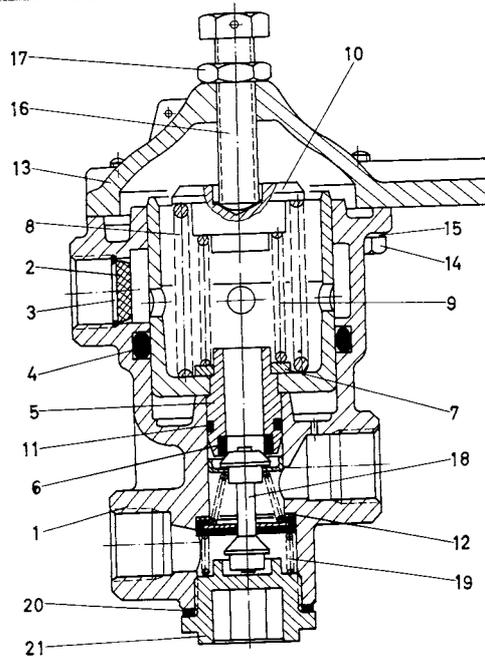

Abb. 1 (entnommen Ersatzteilblatt 475 003 - 100 Ausgabe November 1968)
- Dichtringe Bestellnummer 897 040 060 4 (siehe Pos. 12, Abb. 1)